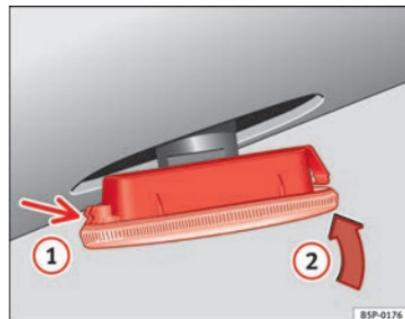

Fig. 205 Indicatori di direzioni laterali
- Prima collocare l'intermittente nel foro della carrozzeria, incastrando le linguette ⇒ fig. 205, freccia ①.
- Inserire la lampada come indicato dalla freccia ② ⇒ fig. 205. ■